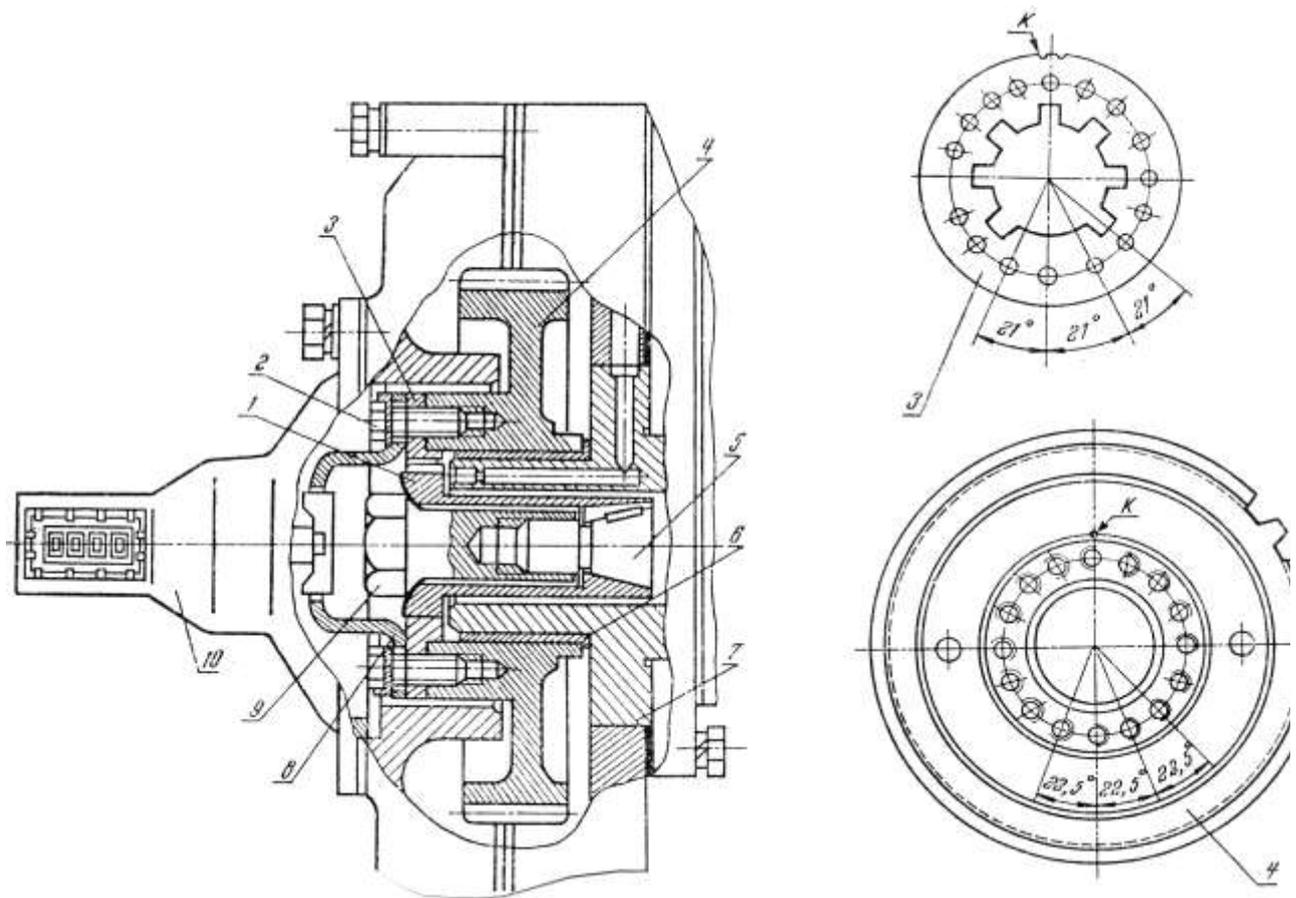

Рис. 8. Привод топливного насоса УТН-5А
- удерживая ключом вал насоса, найдите на шлицевом фланце отверстия, совпадающие с резьбовыми отверстиями шестерни (рис. 8);